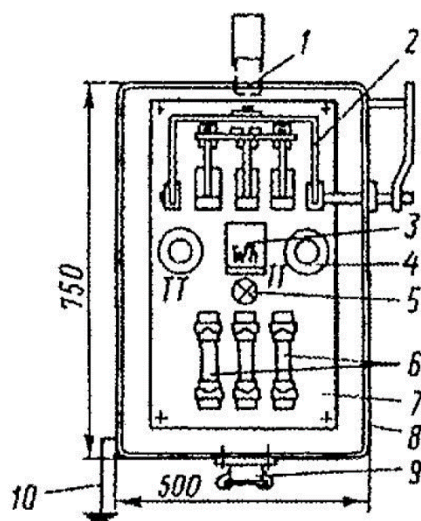

Рис. 5
16. Что изображено на рис. 5 под № 2
17. Что изображено на рис. 5 под № 6
18. Что изображено на рис. 5 под № 3
19. Что изображено на рис. 5 под № 4
20. Что изображено на рис. 5 под № 5